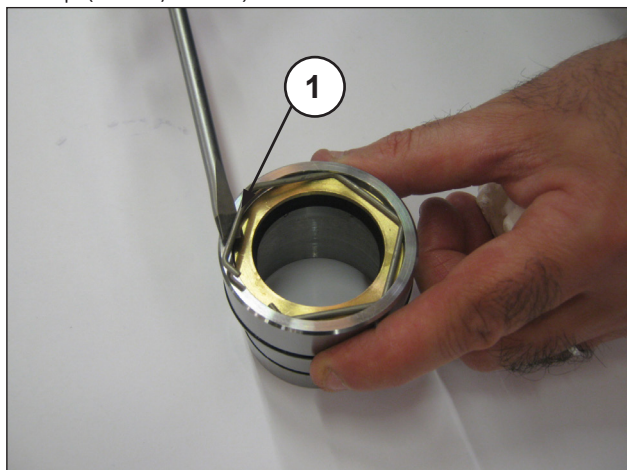
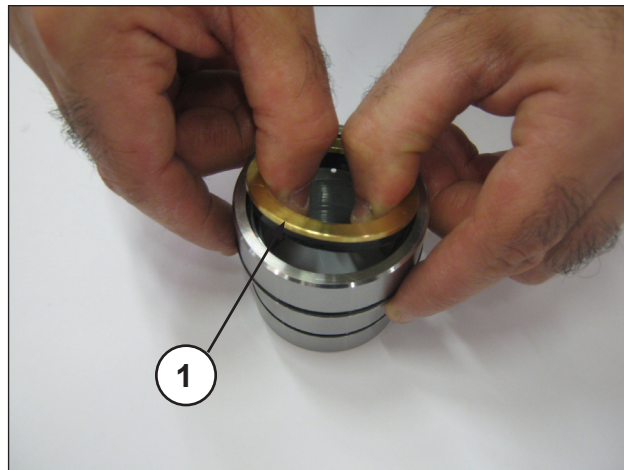

Рис. 27
Рис. 28
Чтобы удалить уплотнение низкого давления, необходимо снять стопорное кольцо (поз. ①, Рис. 27) и уплотнительное кольцо (поз. ①, Рис. 28).